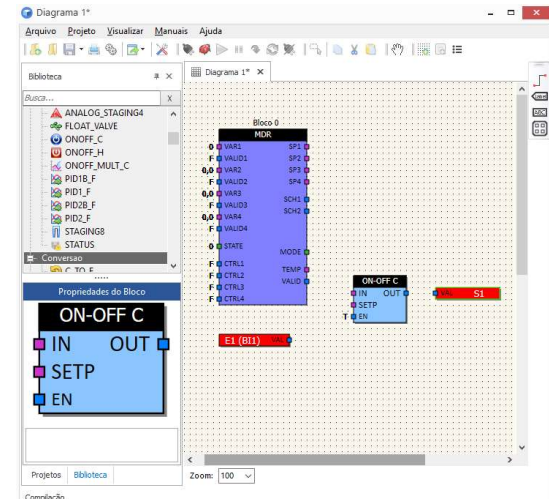

Figura 8
10. Conecte a entrada digital à entrada de habilitação (EN) do bloco ON-OFF C (Figura 8);